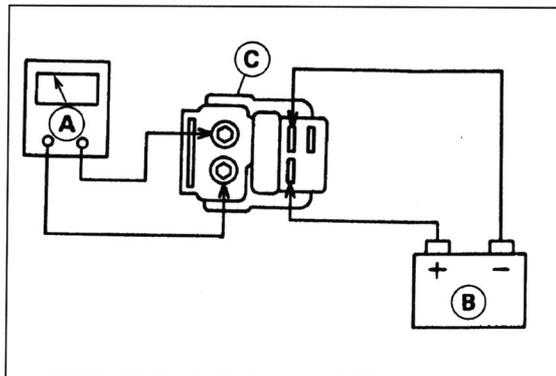

Bild 136
- Starterrelais wie in Bild 136 dargestellt mit Strom versorgen: bei angeschlossener Batterie → 0 Ω, bei abgeklemmter Batterie → ∞ Ω.